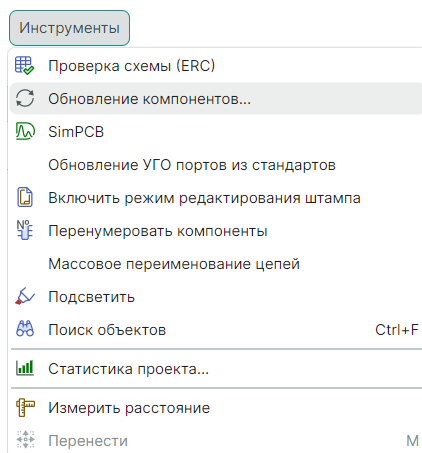

Рис. 308 Синхронизация через запуск обновления компонентов
2. Запустите обновление компонентов, меню «Инструменты» → «Обновление компонентов...», см. Рис. 308.